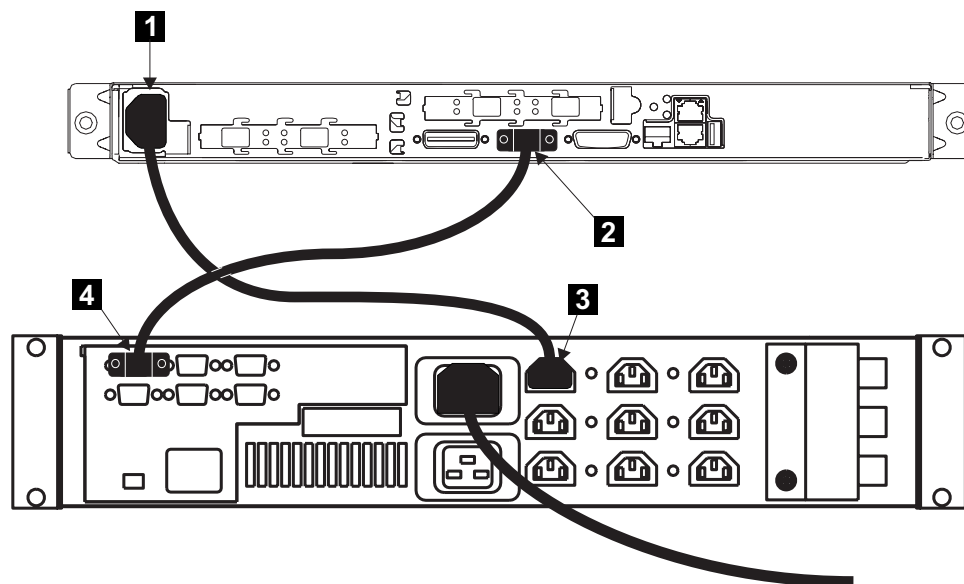

図 98. SAN ボリューム・コントローラー 2145-4F2 の電源ケーブルを 2145 UPS に接続します。
1. SAN ボリューム・コントローラー 2145-4F2 の背面で、電源ケーブルを電源コネクタ **1** に差し込みます。147 ページの図 98 を参照してください。